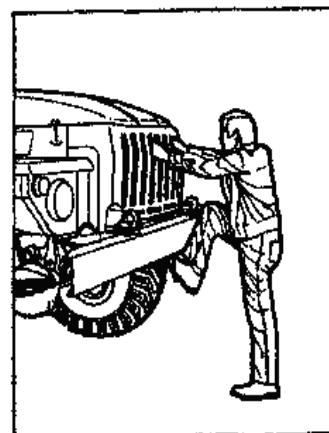

Рис. 3. Прием использования подножки и ребер облицовки радиатора при подъеме на буфер и спуска с него
7. Чтобы подняться на буфер автомобиля или спуститься с него, используйте подножку, центральное и крайнее левое {по ходу автомобиля} ребра облицовки радиатора, имеющие на внутренней стороне вкладыши {рис. 3}.